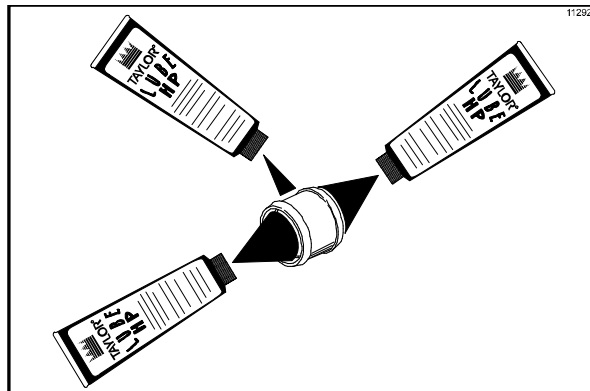

Рисунок 116
6. Смажьте наружный диаметр сальника вала спиннера. Заполните смазкой воронки на каждом конце уплотнения. (См. рис. 116)